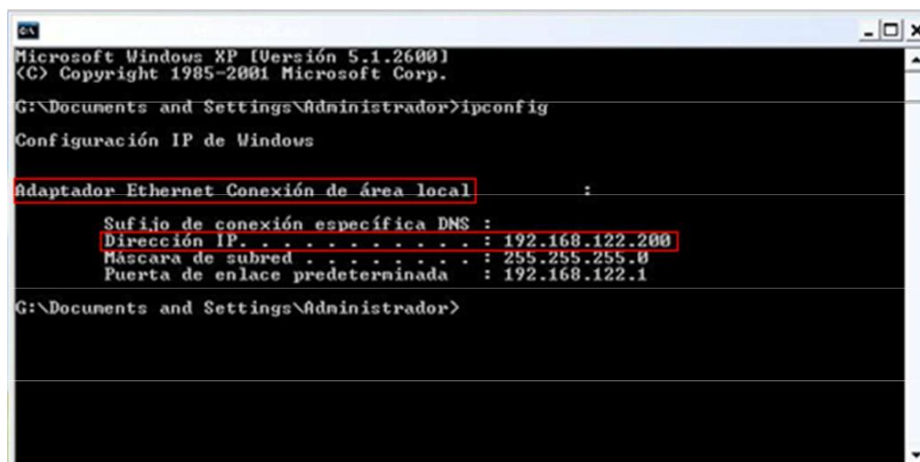
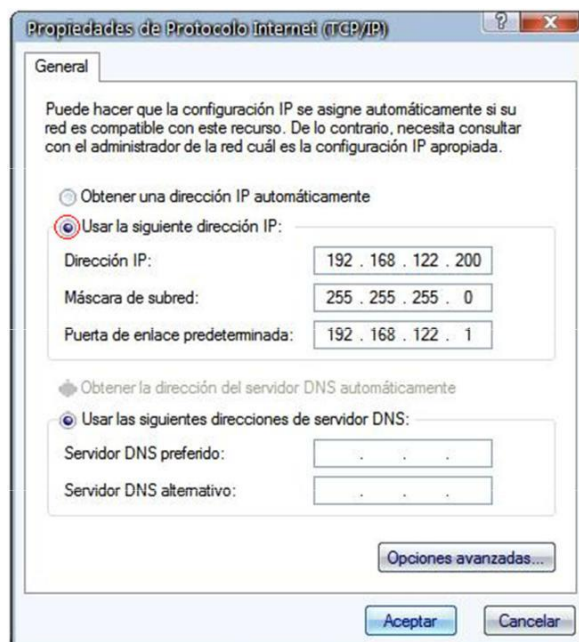

Figura 6. Visualización de la dirección IP del PC.
Figura 8. Configuración del Protocolo Internet (TCP/IP).
- En la ventana emergente coloque el comando *ipconfig* para obtener la dirección IP de la conexión al área local, con lo cual se debe desplegar la información que se aprecia en la figura 6.
e. Finalmente se abre una ventana de configuración de las propiedades del protocolo de Internet (TCP/IP), donde seleccionar la opción *usar la dirección IP* e ingresar la dirección encontrada (Figura 6) tal como se indica en la figura 8